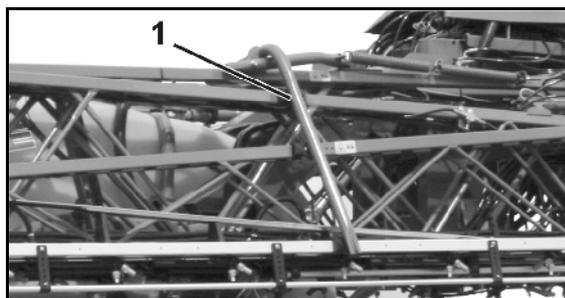

图 11
- Super-L喷杆上防止折叠件意外展开的运输锁 (图 11/1)